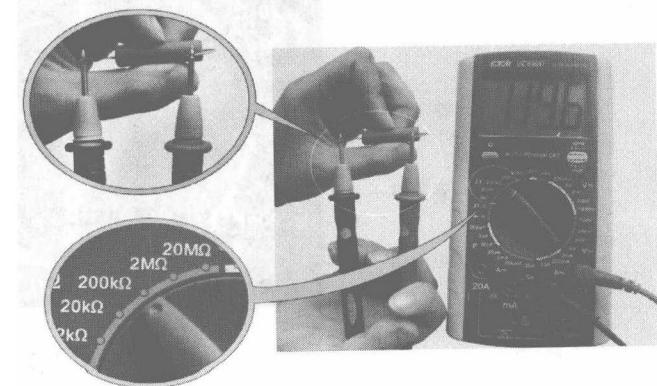

图 1-4 电阻的检测技巧
4) 测量。将黑、红表笔分别接在被测电阻两端（不分极性），此时显示屏上即可显示被测电阻的阻值，如档位为 $2k$ ，此时显示屏显示 119.6 ，如图 1-4 所示测量方法表明被测电阻阻值为 $119.6\text{k}\Omega$ 。注意：若显示屏显示“1”，表明断路（即电阻为无穷大）；若显示屏显示“0.00”，表明短路（即电阻为零）。